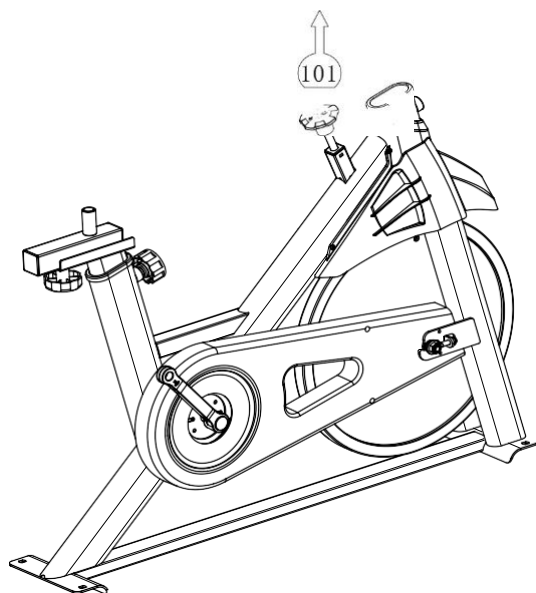

Bild 1
1. Ta upp huvudramen ur kartongen och placera den upprätt stående på golvet, se bild 1;